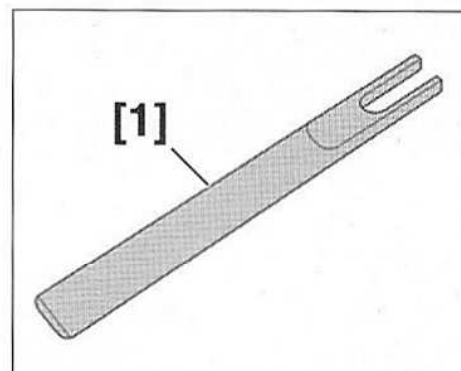

FIG.3
- [1]. Fourchettes de dépose des biellettes de commande de boîte de vitesses (référence : 0216-G2) (Fig.3)